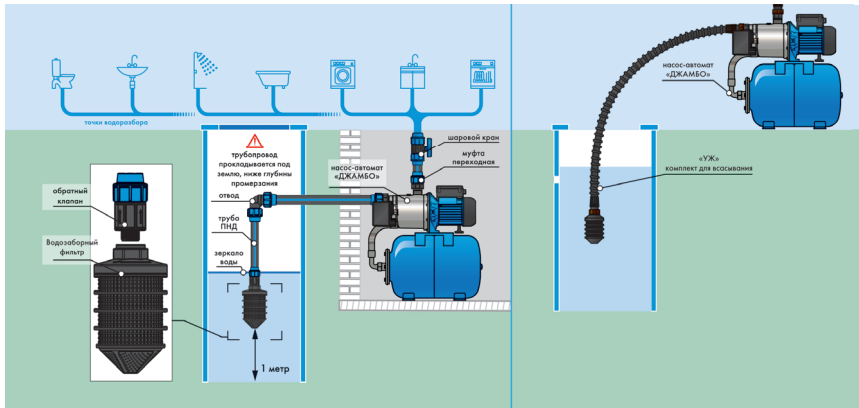

Рисунок 4
5.3 Возможная схема установки насоса-автомата (рисунок 4)